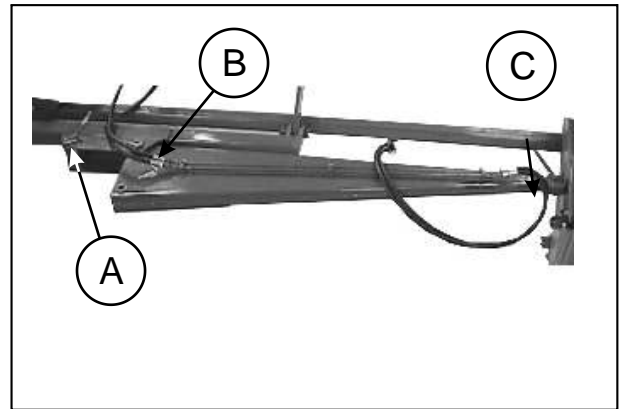
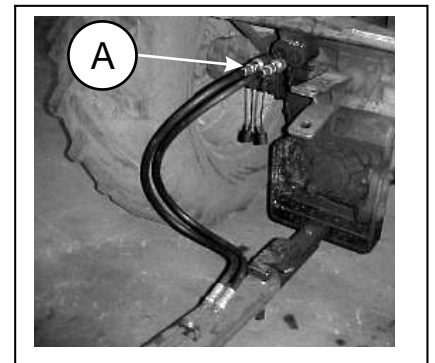

Figura 6
Figura 10
En función de trabajo, los pernos A y B la mantienen en posición (Figura 6). Para el transporte se retira el perno A que quedará luego en el soporte y haciendo girar la lanza sobre el perno B se la pliega contra el bastidor fijándola con el perno C.
- Suelte a continuación la presión del sistema hidráulico y desconecte las mangueras de los acoples rápidos del tractor (A Figura 10).
- Desconecte la lanza de tiro para trabajo del tractor. Quite el perno A Figura 6 y gire la lanza sobre el perno B hasta plegarla contra el bastidor, fijándola en esa posición con el perno C.
Despliegue la lanza de trabajo quitando el perno C Figura 6 y puesta en posición, colóquela el perno A con lo que quedará dispuesta para el trabajo. Conecte las mangueras a los acoples rápidos del tractor (A Figura 10.)